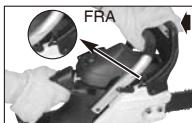

Fig. 7A
- KÆDEBREMSEN er FRAKOBLET (kæden kan flyttes), når BREMSEARMEN ER TRUKKET TILBAKE OG LÅST. Sørg for at kædebremselfæsen står på FRA. (Fig. 7A)